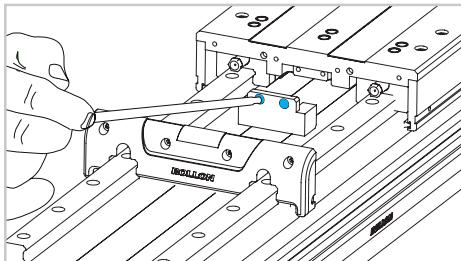

Fig. 3
- 2) Démonter le bloc intérieur des deux côtés du chariot (Fig. 3).